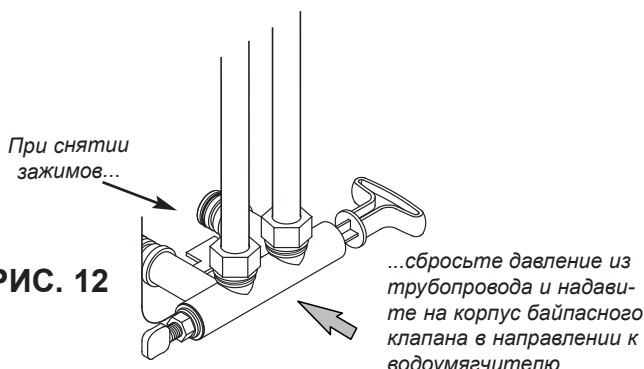

РИС. 12
20. Убедитесь в отсутствии утечек вокруг зажимов на впуске и выпуске водоумягчителя. Если в зажиме возникает утечка, то перед снятием зажима необходимо сбросить давление из трубопровода (перекрыть подачу воды и открыть вентили). При снятии зажимов на впуске или выпуске водоумягчителя прижимайте корпус байпасного клапана к водоумягчителю (см. рисунок 12). Неправильное снятие зажимов может стать причиной их повреждения. Запрещается устанавливать поврежденные зажимы.